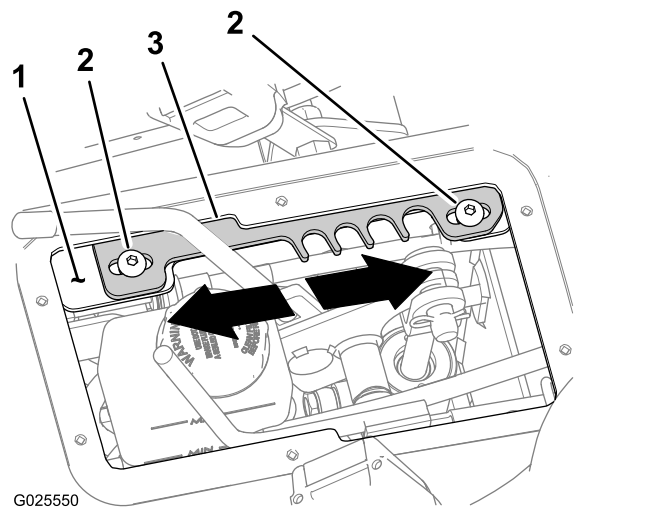

Bild 62
4. Stellen Sie den Fahrtriebshebel in die T-STELLUNG (TRANSPORT) (Bild 62).
5. Lösen Sie die zwei Sechskantschrauben (5/16" x 3/4"), mit denen die Arretierungsplatte an der Hebelstützhalterung befestigt ist (Bild 62).
Fahrgeschwindigkeit zu erhöhen (Bild 62).
- Verschieben Sie die Arretierungsplatte nach **hinten**, um die maximale Fahrgeschwindigkeit zu verringern (Bild 62).